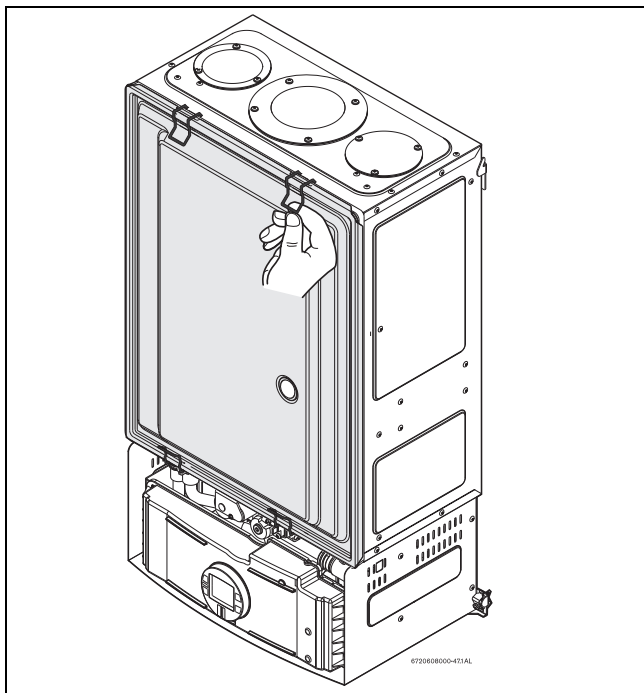

Рис. 4 Демонтаж крышки камеры сгорания
- ▶ 6. Снимите крышку камеры сгорания, см. рис. 4.